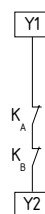

Fig. 4
**Avvio automatico (vedere Fig. 4)**